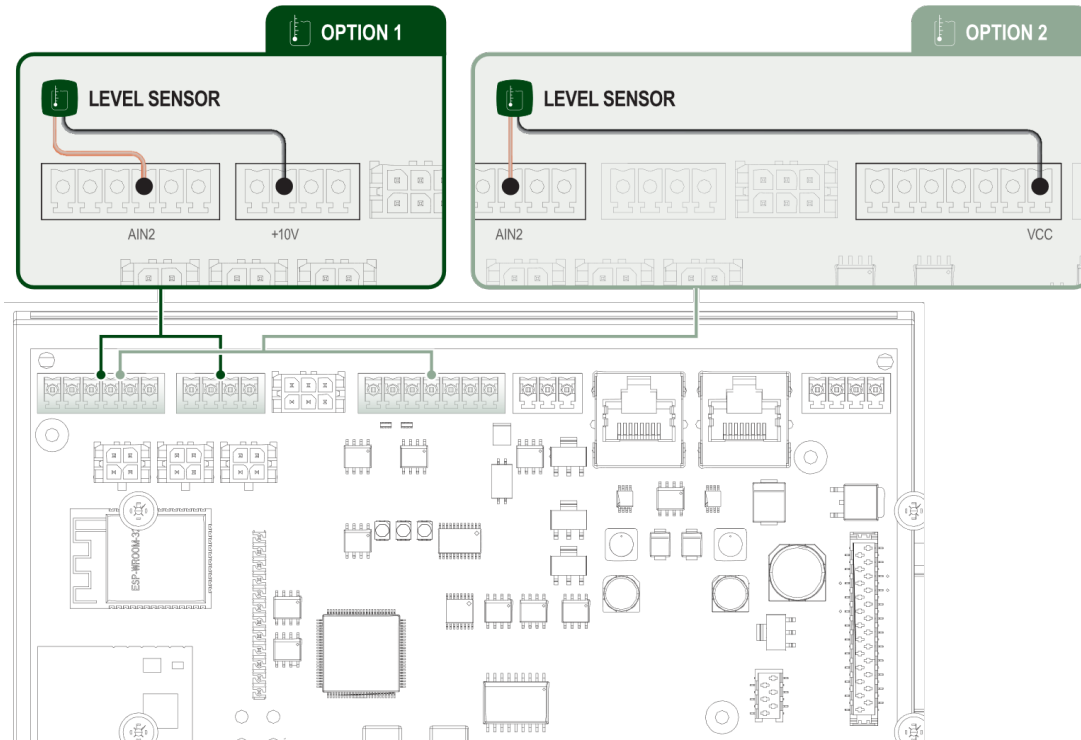

Fig. 18 Connexion aux terminaux
Esy I/O contrôle le niveau d'eau via le capteur de profondeur de courant à deux fils 4/20 mA. Le capteur peut être alimenté jusqu'à 12V DC (Option 2, voir Fig. 18), et la portée peut être réglée à partir de l'application « H2D ». Le capteur de niveau doit être connecté directement au bornier comme sur la Fig. 18. Aéroport international La connexion est possible via l'option 1 ou l'option 2. Le capteur de profondeur a une polarité, veuillez vérifier le schéma de câblage avant de vous connecter.
1. Capteur de niveau à utiliser pour surveiller le niveau d'eau dans le réservoir de collecte. Pour le câblage, connectez le cordon d'alimentation à la borne AIN2 et +10V ou AIN2 et VDC (voir Fig. 18)